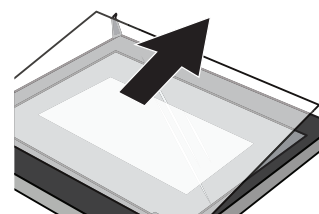

Figura 5
5. Spingere il vetro nella posizione indicata dalla freccia nella Figura 5. Estrarre delicatamente il vetro dalla cavità. (Figura 5)